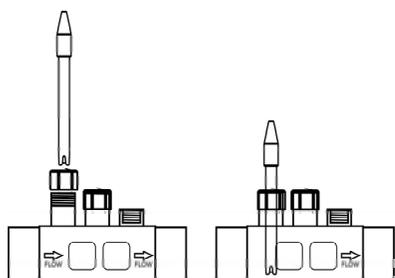

Fig. 2
1. Insérez les sondes de pH/ORP fournies avec l'équipement dans les logements correspondants du porte-sondes. (Fig. 2)